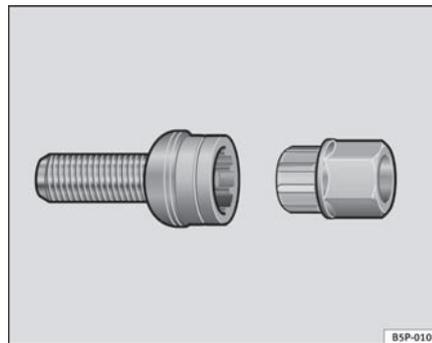

Abb. 135 Diebstahlhemmende Radschrauben ▶
- Setzen Sie den Adapter bis zum Anschlag in der diebstahlhemmenden Radschraube ein ⇒ Seite 210, Abb. 135.